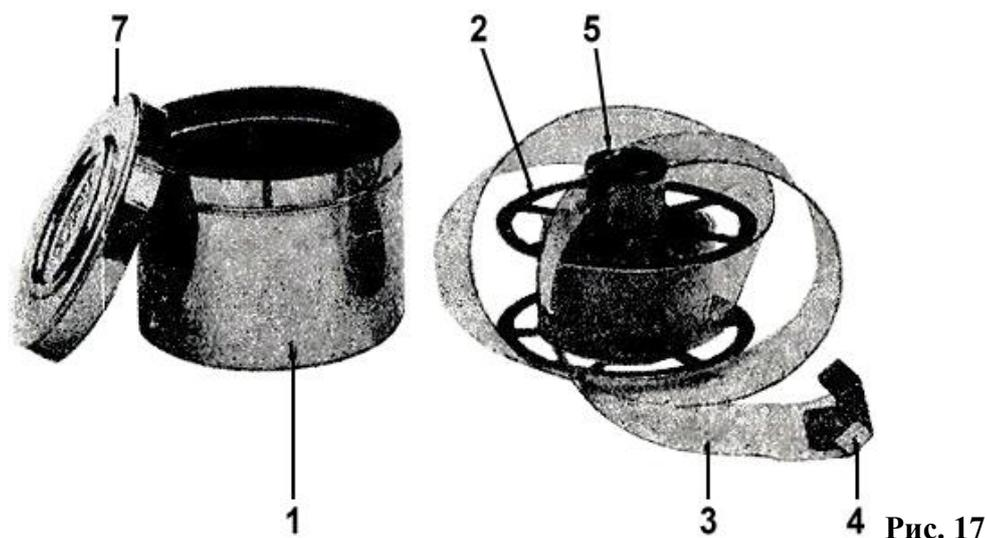

Рис. 17
Проявительный барабан (рис. 17) состоит из круглого бака (1), вкладывающейся в него катушки (2), с укрепленной на ее оси одним концом помощью зажима, специальной, тисненой по краям ленты (3), имеющей на другом конце планку (4), для укрепления этого конца в смотанном виде на фланцах катушки, во избежание размотки ленты. Ось катушки снабжена сверху головкой с накаткой (5), для вращения катушки при намотке пленки. Катушка с намотанной пленкой вкладывается в бак и закрывается рышой (7). Назначение тисненой по краям ленты — устранить соприкосновение проявляемой пленки обоими поверхностями при ее опускании в бак.